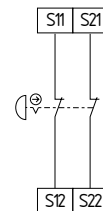

Fig. 5
**Circuito de Paro de Emergencia de dos canales con pulsadores según EN ISO 13850 y EN 60947-5-5 (véase fig. 5)**